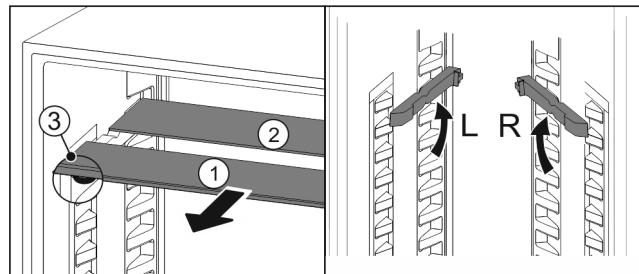

Fig. 107
► Vytiahnite sklené dosky jednotlivo dopredu Fig. 107 (1).
► Sklená doska Fig. 107 (1) s ozdobnou lištou leží vpred.
► Zarážky Fig. 107 (3) ukazujú nadol.